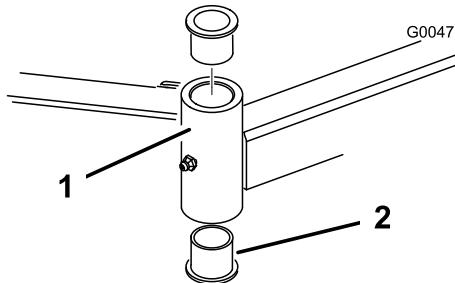

Figura 21
- Inserte un botador fino en la parte superior o inferior del tubo de montaje y dé golpes hasta retirar el casquillo del tubo (Figura 21). Retire también el otro casquillo del tubo. Limpie el interior de los tubos para eliminar toda suciedad.